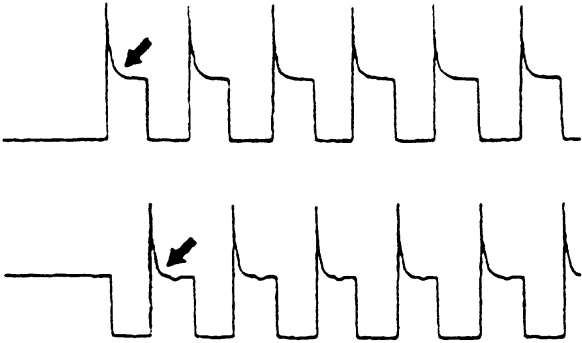
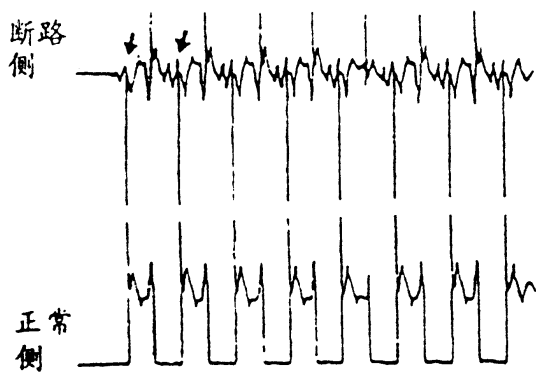

图 3-21 步进电机异常波形（例 1）
图 3-22 步进电机异常波形（例 2）
(5) 如果步进电机有故障（步进电机没有动作），其波形特性如图 3-21 所示，步进电机旋转时产生感应电动势没出现。如果故障是因为在步进电机与发动机 ECU 之间的线路断路，波形特性如图 3-22 所示，断路侧的电流没有到达步进电机线圈（电压不会降至 0V），正常侧的感应电动势波形与标准波形稍有不同。